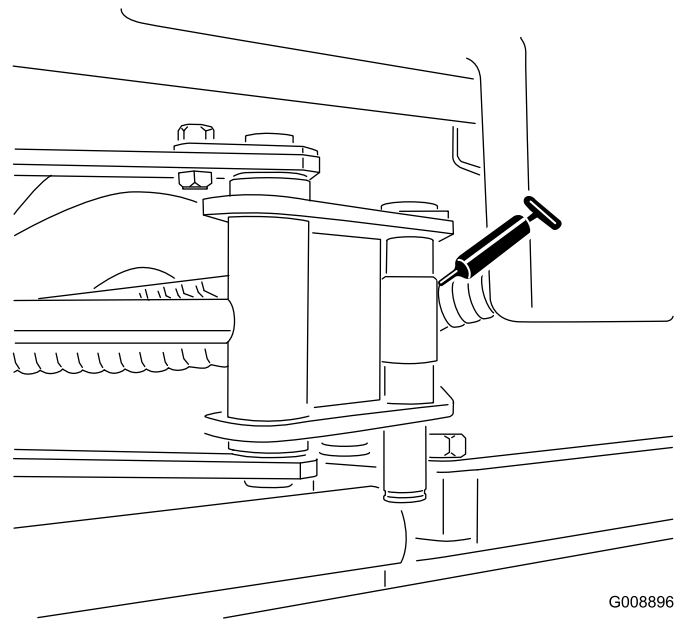

図 33
- ・ サイドワインダーのシリンダの両端 (2ヶ所) (図 33)